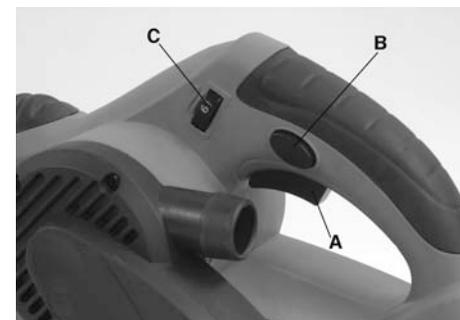

Figure 1
Pour mettre la ponceuse à courroie en marche (On), appuyez sur la gâchette (A) Fig.1. Pour mettre la ponceuse à courroie en arrêt (off), relâchez la gâchette. Pour une opération continue, appuyez et tenez la gâchette (A) et ensuite appuyez sur le bouton de verrouillage (B), maintenant vous pouvez relâcher la gâchette pour l'opération continue. Pour arrêter l'opération continue, appuyez et relâchez la gâchette.
Pour changer la vitesse de la courroie de ponçage, tournez le cadran de vitesse variable (C) Fig.1. Le plus haut le réglage, le plus vite que la courroie de ponçage tournera.